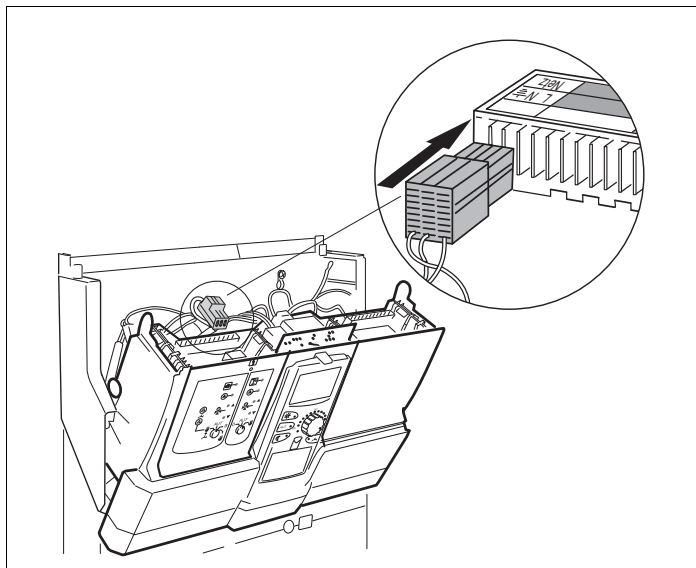

Рис. 7 Подключение разъема 1 к электросети
- Вставьте соединительный штекер модуля (230 В) в предусмотренное для него место в штекерной планке (→ рис. 7).
- Отсоедините штекер (230 В) модуля (→ рис. 7, стр. 16) и все соединительные провода модуля ZM424 и зафиксируйте их в позиции крепления.